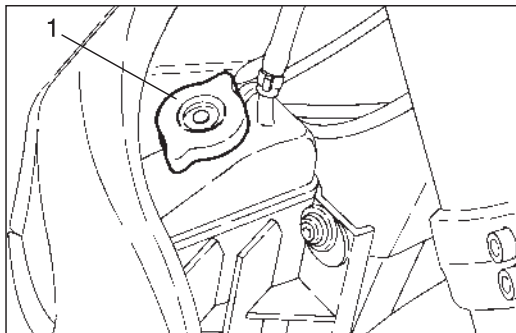

Fig. 13
- ◆ Rimuovere il tappo radiatore (1-Fig. 13).
- ◆ Inserire dal bocchettone di carico (1-Fig. 13) 1 ℓ di liquido refrigerante, vedi pag. 1 (CARATTERISTICHE TECNICHE).